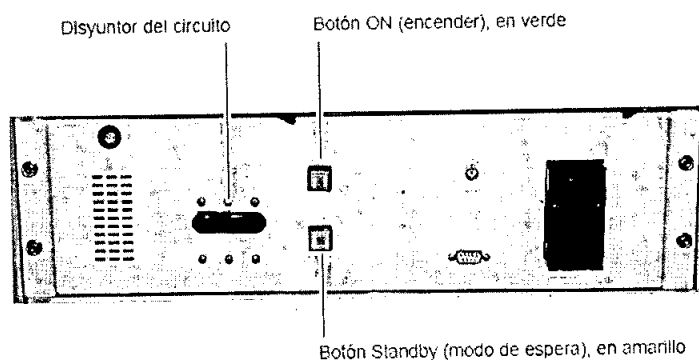

Figura 1-3: Controles ON/OFF (encendido/apagado) con el interruptor del disyuntor del circuito
4. Pulse el botón verde ON (encendido) del SPI (Sistema de procesamiento de imágenes). (Figura 1-3: Controles ON/OFF (encendido/apagado) con el interruptor del disyuntor del circuito)